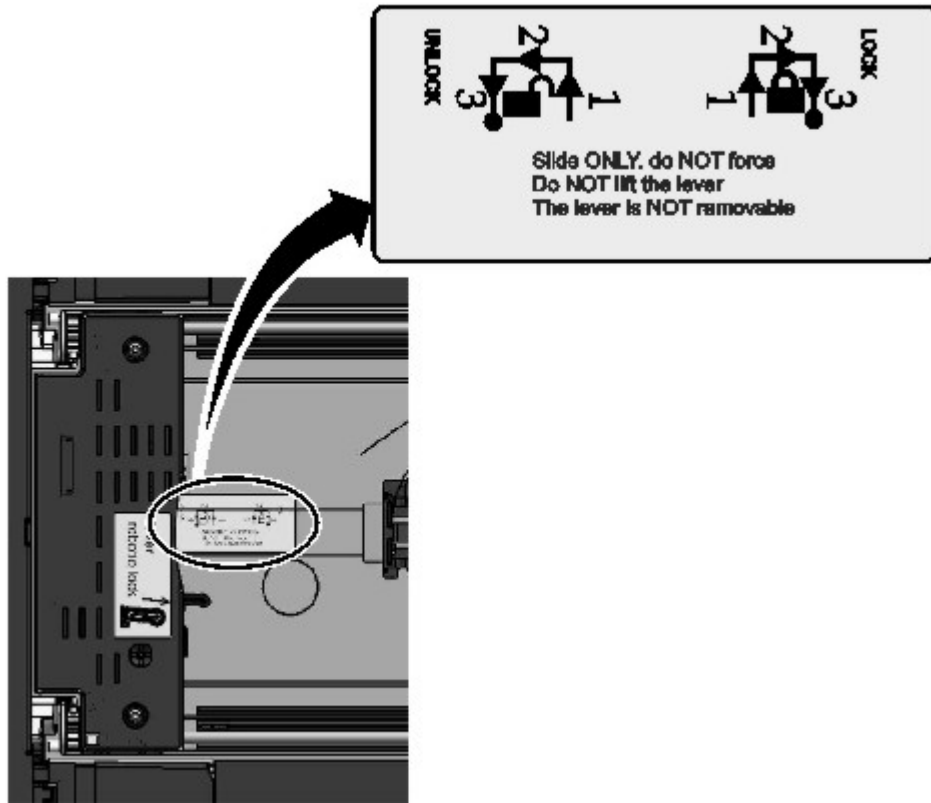

Figure 72. Déverrouillage du robot
10. Déverrouillez le levier et mettez le manipulateur de côté. Voir Figure 72 on page 128.